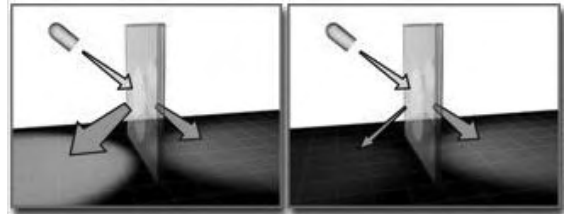

Fig.13.32
- **Echelle de réflectance (Reflectance scale) :** augmente ou réduit la quantité d'énergie réfléctée par le matériau. Cette valeur est comprise entre 0 et 1000. Valeur par défaut = 100 (fig.13.32).